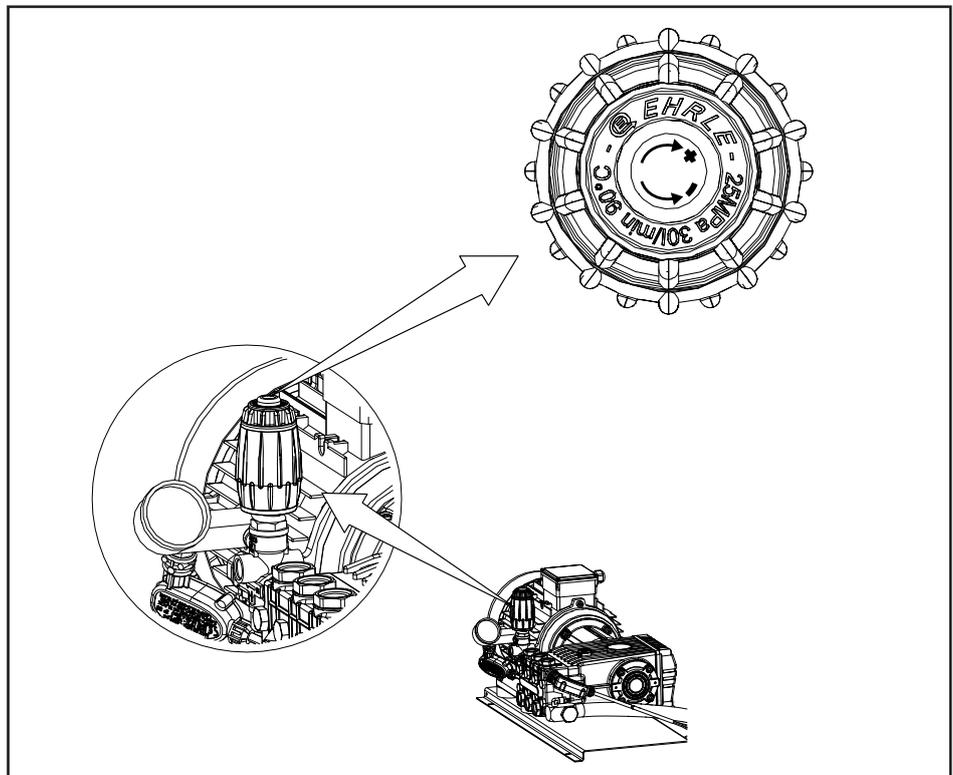

Abb. 6 - 4 Einstellung des Arbeitsdruckes am Druckregelventil
Nach Aktivierung der Schaltpistole übt der austretende Wasserstrahl eine ruckartige Rückstoßkraft aus (siehe auch Abb. 6 - 5).
- ▶ Im Schrankinneren das Druckregelventil (2, Abb. 6 - 3) auf gewünschten Arbeitsdruck einstellen. Der Arbeitsdruck kann während geöffneter Schaltpistole am Manometer (3, Abb. 6 - 3) abgelesen werden. Das Druckregelventil im Uhrzeigersinn drehen bewirkt das Erhöhen des Arbeitsdrucks und eine größere Fördermenge (siehe auch Abb. 6 - 4). Drehen gegen Uhrzeigersinn bewirkt niederen Arbeitsdruck und kleinere Fördermenge.